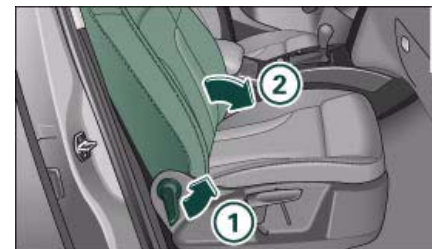

Fig. 58 Asiento del acompañante: Abatir el respaldo
- ① - Asiento hacia delante/atrás: tire de la palanca y desplace el asiento.
- ② - Alargar/Acortar el apoyo para los muslos*: levante el asidero.
- ③ - Inclinar* el cojín: tire de la palanca o bien oprímala.
- ④ - Ajustar el apoyo lumbar*: pulse la tecla según la posición que desee.
- ⑤ - Asiento hacia arriba/abajo: tire de la palanca hacia arriba o empujela hacia abajo.
- ⑥ - Respaldo más/menos inclinado: gire la rueda moleteada. En vehículos con respaldo del acompañante abatible*: tire de la palanca ⇒ fig. 58.
⇒ *página 59*, fig. 58 ①.
- Abata el respaldo lentamente hacia delante ②.